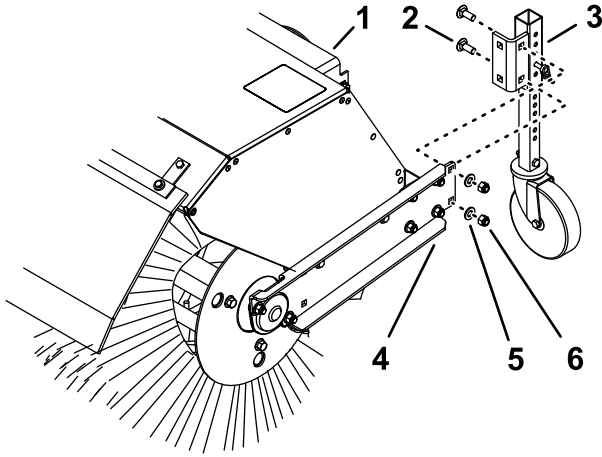

Bild 21
Wenn Sie im Schnee arbeiten, bewegen Sie die Laufräder von der Vorderseite des Kehrbürstenarms zur Rückseite der Haube der Kehrbürste (**Bild 21**).
2. Entfernen Sie die beiden Sicherungsmuttern, Unterlegscheiben und Schlossschrauben (**Bild 21**), mit denen die Laufradhalterung am Kehrbürstenarm befestigt ist.
3. Richten Sie auf der Rückseite der Haube der Kehrbürste die Löcher in der Laufradhalterung mit den Löchern auf der Innenseite des Kehrbürstenarms aus (**Bild 21**).
4. Befestigen Sie die Laufradhalterung mit den beiden Sicherungsmuttern, Unterlegscheiben und Schlossschrauben am Kehrbürstenarm (**Bild 21**).